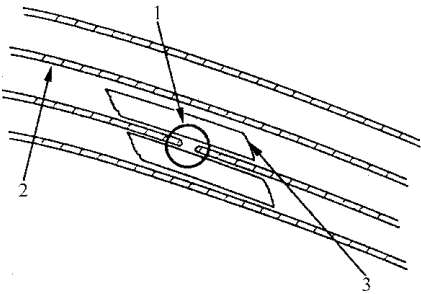

图 12-95 用透明胶带缠住除霜器导线破损部分
1) 如图 12-95 所示，用细钢丝绒轻轻地沿着破损部位擦拭，然后用酒精清洗。